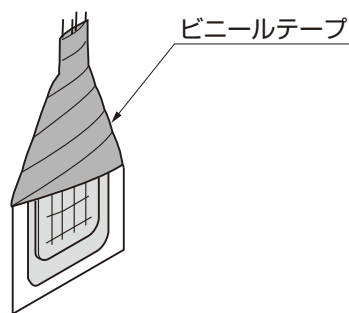

図3-9
- ⑥レジン袋の上端をビニールテープで巻いて樹脂が硬化するまで動かさないようにしてください。(図3-9参照)